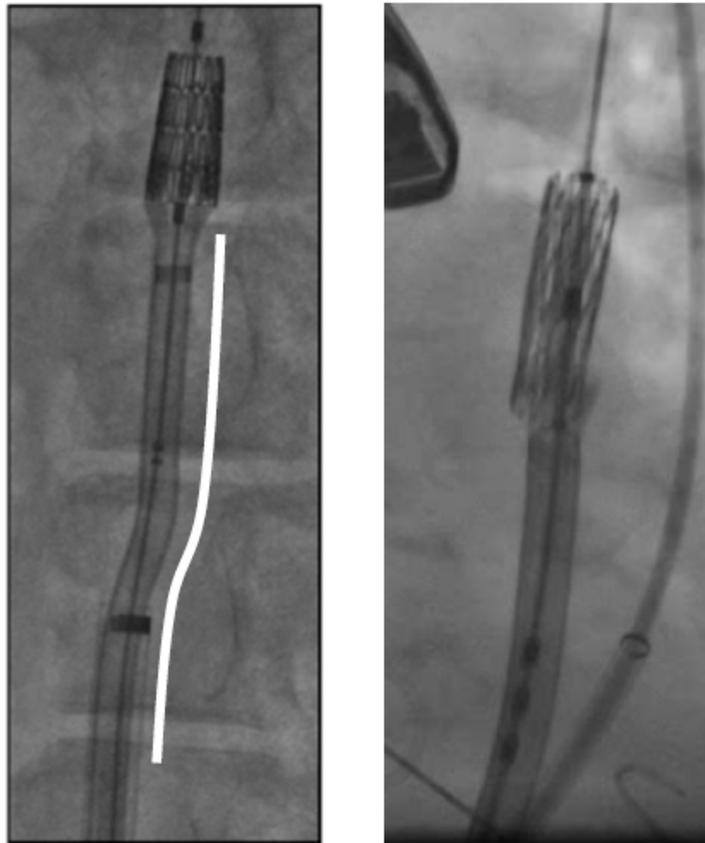

Abbildung 1: Einführsystem – Zusammendrücken des flexiblen Schafts (links) und Eintauchen der Klappe (rechts).
- Wenn bei der Durchführung der Klappenausrichtung übermäßige Schwierigkeiten auftreten, kann dies darauf hinweisen, dass versucht wird, die Ausrichtung in einem nicht geraden Abschnitt des Gefäßsystems vorzunehmen, in dem die Ausrichtung möglicherweise nicht sicher erreicht wird. In diesen Fällen ist es notwendig, das Freisetzungssystem auf einen anderen geraden Abschnitt der Aorta zu verschieben und den Druck (oder die Spannung) im System abzubauen (siehe Abbildung 1).
Abbildung 1 veranschaulicht Fälle von Druck/Spannung im System während des Eingriffs: